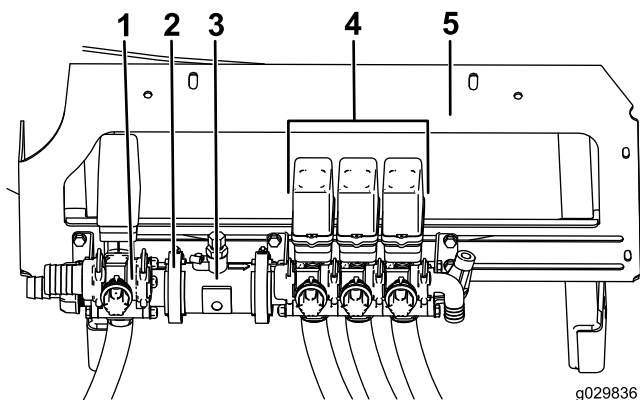

Bild 1
2. Lösen Sie die Schrauben (nicht abnehmen), mit denen das Abschnittsventil an der Befestigungshalterung befestigt ist (Bild 1).
- Lösen Sie die vorhandene Schneckenschraubschelle, mit der das Rührwerkventil am Durchflussmesser befestigt ist (**Bild 1**).